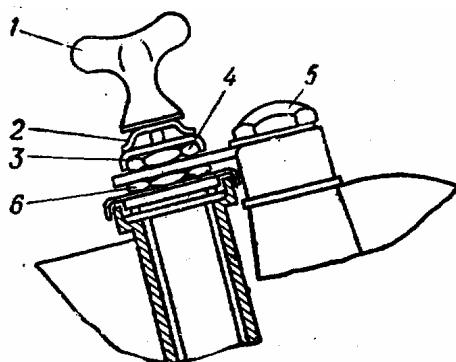

Рис. 20 Регулировка подшипников рулевой колонки:
2. Отвернуть за барашек 1 (рис. 20) затяжной болт рулевого демпфера.